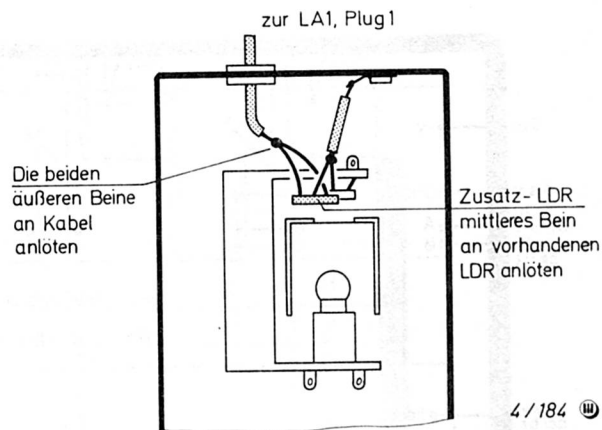

Abb. 18: Zusatz-LDR im Fußschweller
- b) Den Doppel-LDR aus dem Bausatz "Leuchtanzeige" nach Abb. 18 montieren, das mittlere Beinchen (als Montagehilfe) mit in den Isolierschlauch des vorhandenen Doppel-LDR stecken.